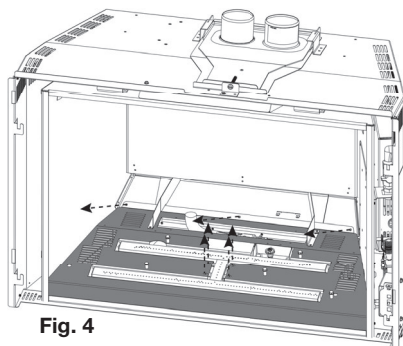

Fig. 4
- 5. Retirez les 7 vis servant à fixer le support inférieur de brûleur en place (**Fig. 4**).